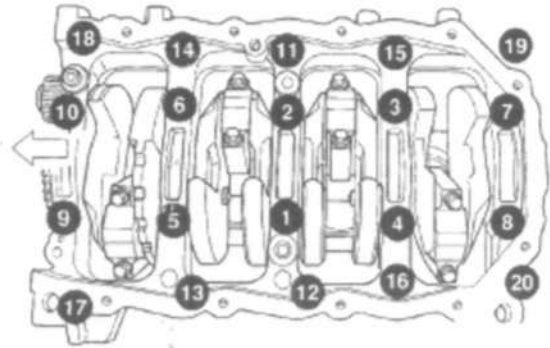

Рис. 42 Порядок затяжки болтов основания.
- (12) Снять все болты основания с блока двигателя (Рис. 42).
- (13) Слегка постукивая киянкой, освободить основание из цетрирующих штифтов блока.